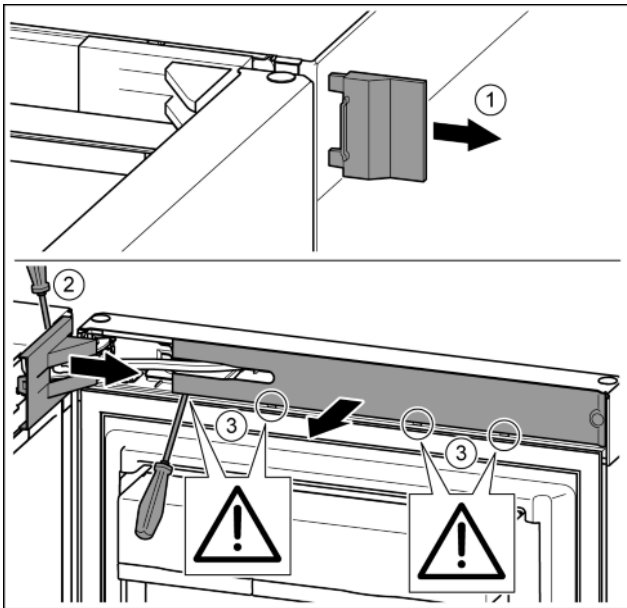

Fig. 11
- ▶ Äußere Abdeckung abnehmen. Fig. 11 (1)
- ▶ Lagerbockabdeckung mit Hilfe eines Schraubendrehers austrasten und lösen. Lagerbockabdeckung abnehmen. Fig. 11 (2)
- ▶ Blende mit Schlitzschraubendreher austrasten und zur Seite schwenken. Fig. 11 (3)